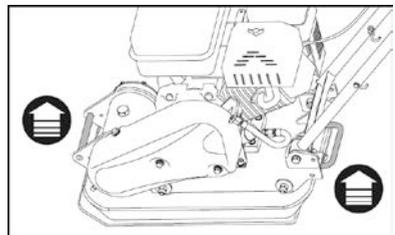

Fig. 12
3. Soulevez le tout au moyen des poignées sur l'avant et l'arrière du cadre (fig. 12). Ne tenez pas le compacteur à plaque par la poignée